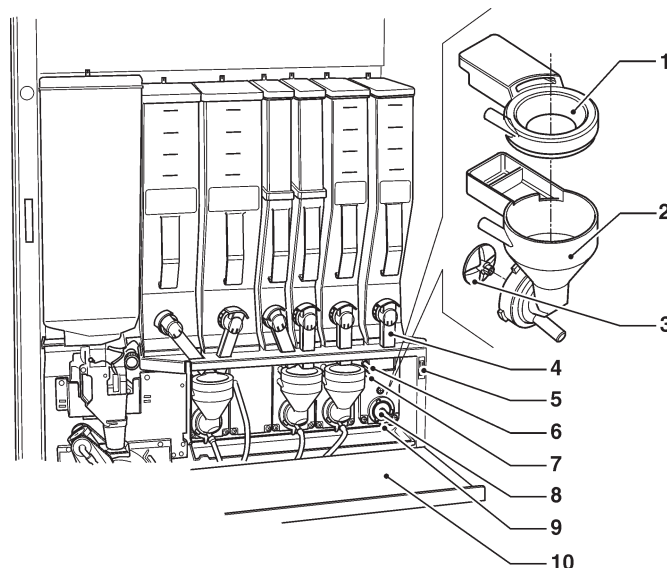

Рис. 31
- Извлеките воронки для сыпучих продуктов, филеры воды, резервуары для хранения сыпучих продуктов и импеллеры взбивалок с миксеров (см. рис. 31);